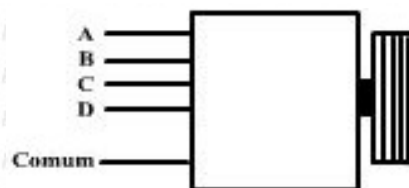

Figura 22 – Acionamento do motor de passo unipolar
Na figura 22 é mostrada uma representação da matriz, na qual as linhas contínuas 1 e 2 mostram o sentido de ligação dos pinos no interior da matriz. As linhas longas (2) normalmente são utilizadas para alimentação e as linhas curtas (1) para interligação dos componentes.